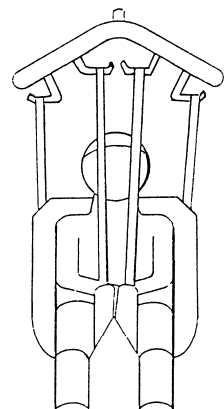

Abb. 6
- Die Gurte des Rückenteils werden nun in die äußeren Haken des Drehbügels eingehängt (**Abb. 6**).